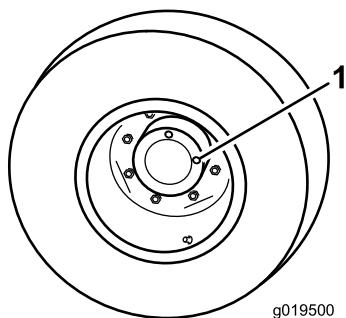

Figura 103
1. Con la macchina parcheggiata su terreno pianeggiante, posizionate la ruota in modo che un tappo di controllo si trovi a ore 12 e l'altro a ore 3 (Figura 103).
1. Tappo di controllo/spurgo (2)
2. Rimuovete il tappo a ore 3 (Figura 103).